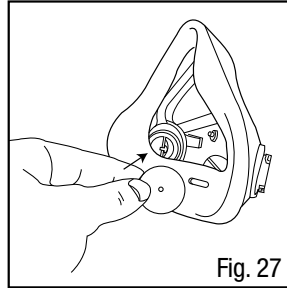

Fig. 27
2. Installer la/les nouvelle(s) soupape(s) en alignant l'orifice avec le support central et en appuyant contre le siège de soupape (Fig. 27). S'assurer que la/les soupape(s) est/sont complètement insérée(s) sur le support et qu'elle(s) repose(nt) à plat.